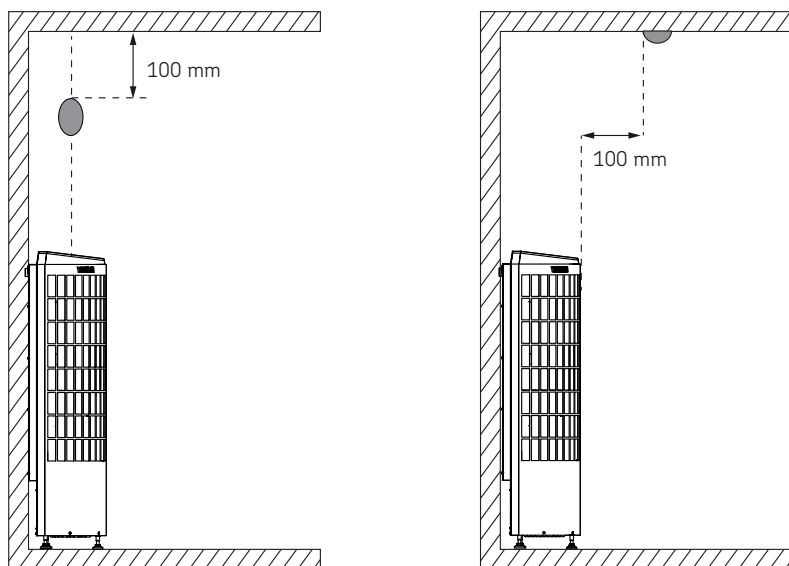

Figure 3. Installation du capteur de chaleur
- Installez le capteur (SP248) comme indiqué sur la figure (Figure 3. Installation du capteur de chaleur)